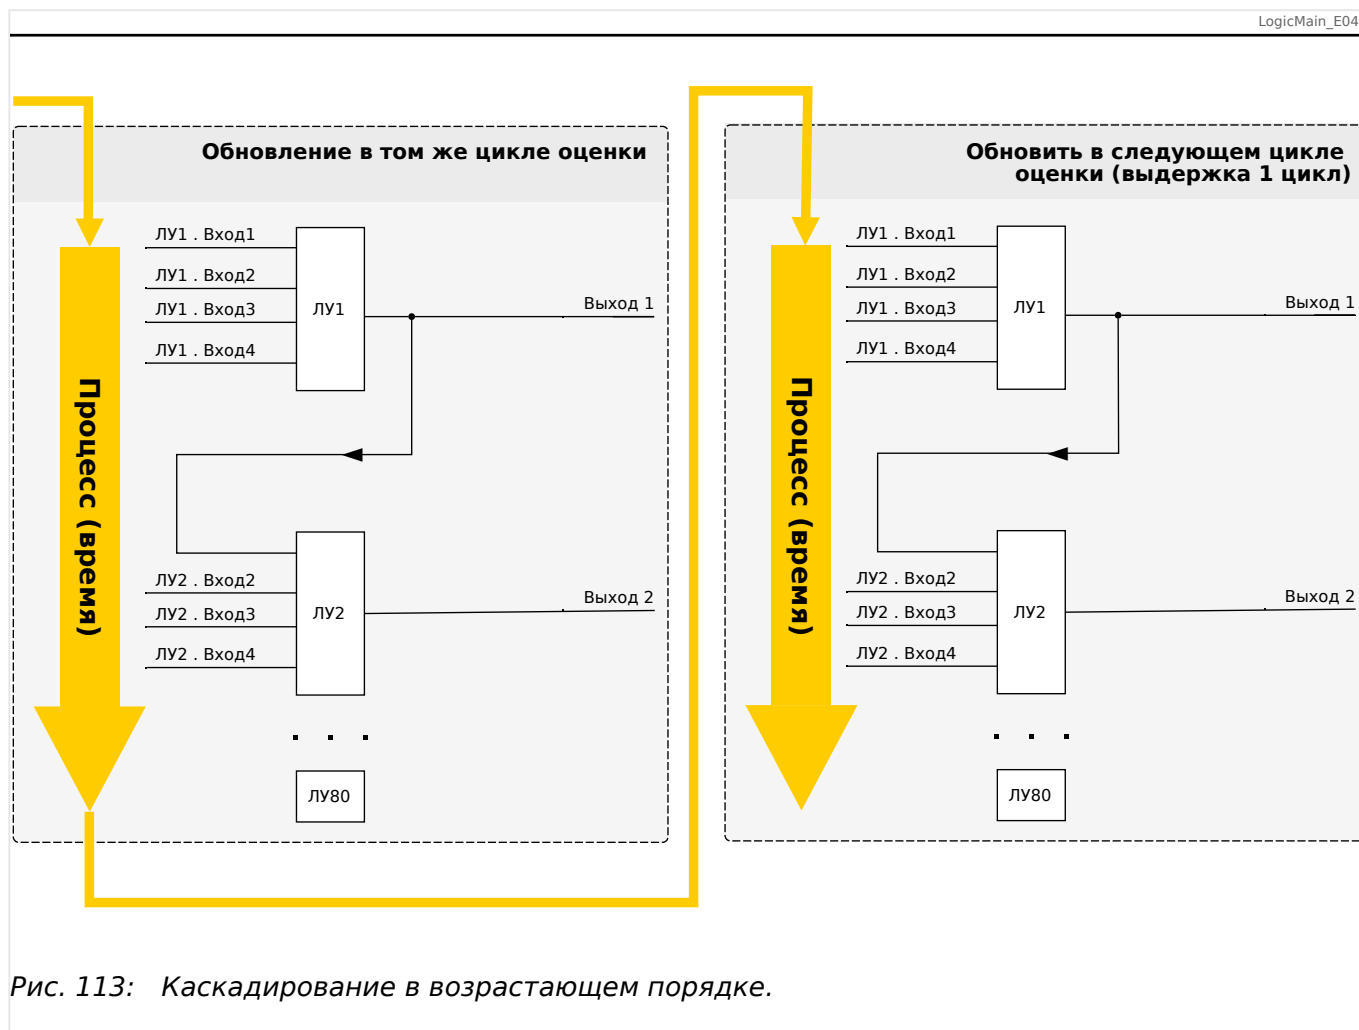
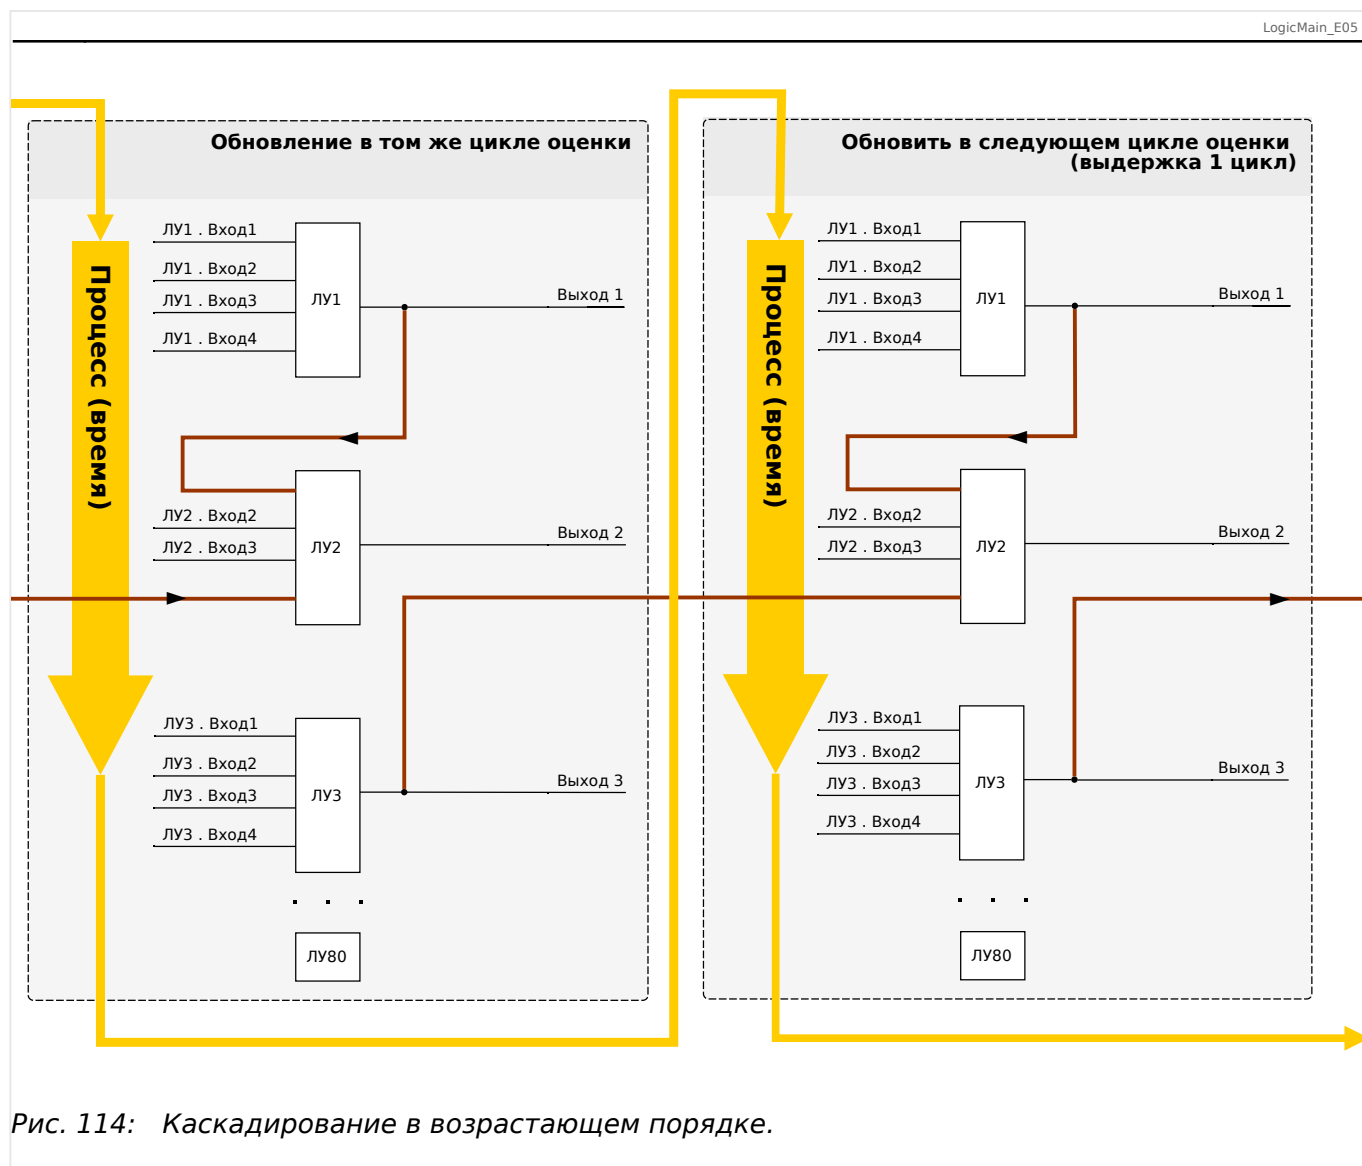

Рис. 113: Каскадирование в возрастающем порядке.
Рис. 114: Каскадирование в возрастающем порядке.
- **Возрастающий** порядок означает, что некий выходной сигнал поступает на вход одного из логических уравнений с **более высоким** номером. На приведенном ниже графике  Рис. 113 приводится пример, когда результат логического уравнения ЛУ1 используется в качестве входного сигнала для логического уравнения ЛУ2.
- **Нисходящая** последовательность означает, что некий выходной сигнал поступает на вход одного из логических уравнений с **меньшим** номером. На графике  Рис. 114 приводится пример, когда результат логического уравнения ЛУ3 используется в качестве входного сигнала для логического уравнения ЛУ2.
И возрастающий, и убывающий порядки можно не только использовать, но и комбинировать, при этом разница будет заметна не сразу. Однако, как показано в разделах  Рис. 113 и  Рис. 114 ниже, благодаря определению состояний всех уравнений в возрастающем порядке фактические рабочие значения, поступающие на вход любого из них, будут иной степени зрелости.
В представленном выше примере  Рис. 114 для «логического уравнения 2» используются состояния выходов двух других уравнений — «логического уравнения 1» и «логического уравнения 3». Результат «логического уравнения 1» используется в возрастающем порядке и, следовательно, определен в ходе того же рабочего цикла. Результат «логического уравнения 3» используется в убывающем порядке и, следовательно, определен в ходе предыдущего рабочего цикла.